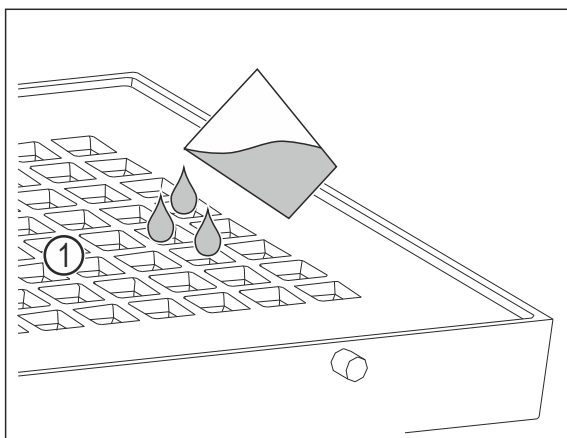

Fig. 158
- Ne pas verser plus de 400 ml d'eau dans les trous Fig. 158 (1) du couvercle.